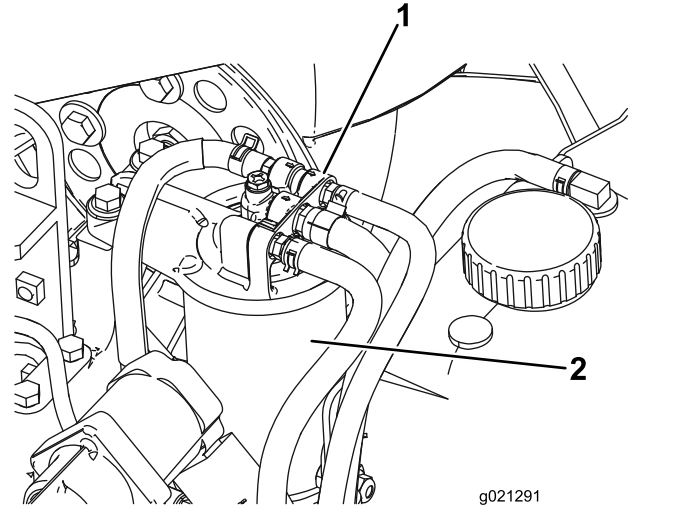

Figura 79
1. Limpie la zona alrededor del cabezal del filtro de combustible (Figura 79).
2. Retire el filtro y limpie la superficie de montaje del cabezal del filtro (Figura 79).